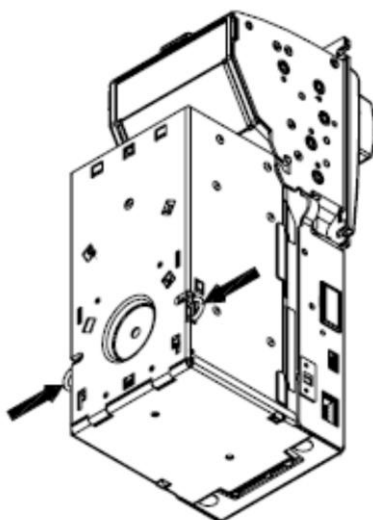

Рис. 9
4. Для снятия стекера нажмите обе выступающие дуги защелок на задней стенке стекера и снимите его (см. рис. 9)